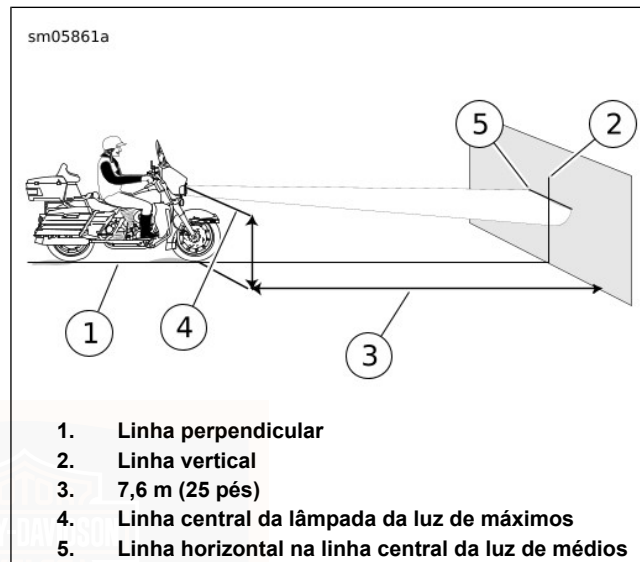

Figura 75. Focagem do farol dianteiro: Tipo LED
- b. **LED:** Ver Figura 75. Na linha central da **luz de médios**.
- b. **LED:** Ver Figura 75. Parte de cima do foco luminosa na marca com o farol dianteiro regulado para **luz de médios**.